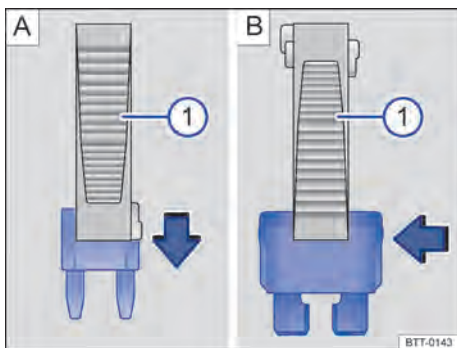

Fig. 196 Remover ou instalar um fusível com a garra da pinça de plástico ①.
→ Fig. 196 ① da cobertura da caixa de fusíveis.
- Em caso de *fusíveis pequenos*, encaixar a garra ① por cima → Fig. 196 A.
- Em caso de *fusíveis maiores*, empurrar a garra ① lateralmente sobre o fusível → Fig. 196 B.
- Caso o fusível esteja queimado, substituir o fusível por um novo da *mesma* intensidade de corrente (mesma cor e inscrição) e do *mesmo* tamanho → ①.